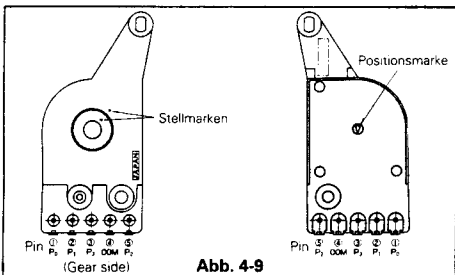

Abb. 4-9
1. Bringen Sie die Maske auf dem Zahnrad und die Maske der Schaltereinheit zusammen. Siehe Abb. 4-9